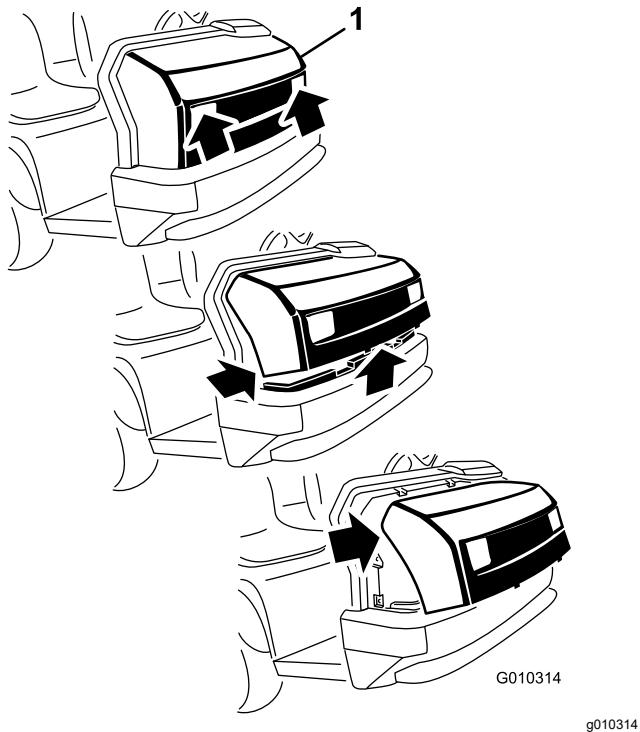

Figura 1
6. Afferrate il cofano dalle aperture dei fari, sollevatelo per sganciare le linguette di montaggio inferiori dalle fessure del paraurti (Figura 1).
7. Ruotate verso l'alto la parte inferiore del cofano in modo da estrarre le linguette di montaggio superiori dalle fessure del telaio Figura 1).
8. Ruotate in avanti la parte superiore del cofano e scollegate i connettori dei fili dai fari (Figura 1).